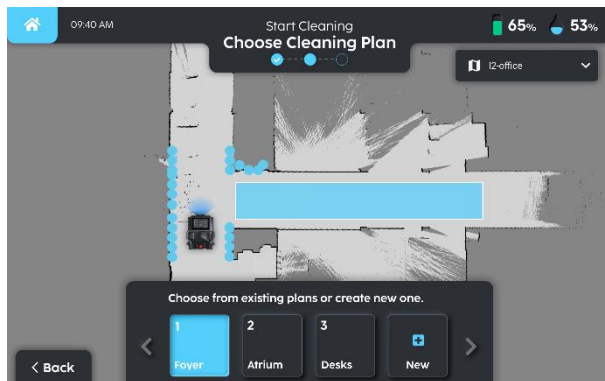

Fig. 6
5. Sélectionnez la zone de nettoyage et confirmez la zone (Fig 6).